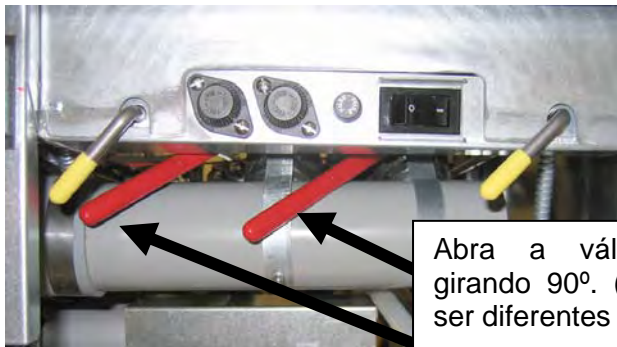

Figura 5
3. Drene a fritadeira na bandeja de filtragem girando a alça na válvula de drenagem 90° (veja a Figura 5). Se necessário, use a vareta de limpeza *Fryer's Friend* para desentupir o dreno do lado de **dentro** da cuba.